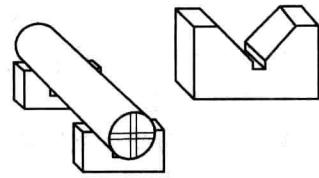

图1-11 V形铁
3) V形铁。V形铁如图1-11所示，用于支承圆柱形工件，使工件轴心线与平台平面（划线基面）平行。一般两个V形铁为一组。